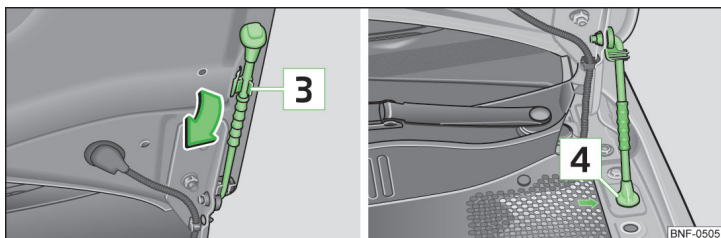

Fig. 97 Asigurarea capotei motorului
- Scoateți tija de susținere n direcția săgeții din suportul 3 » fig. 97.